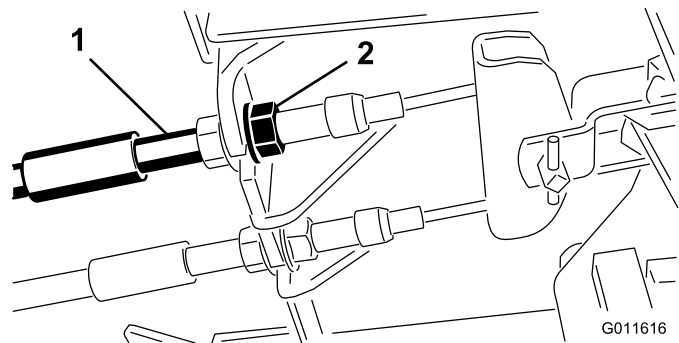

Figura 68
1. Per ridurre il gioco dei pedali del freno, stringete i freni allentando il dado anteriore sull'estremità filettata del cavo del freno (Figura 68).